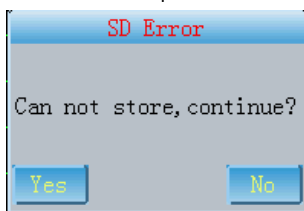

Fig. 7-29
(1) Quando il caso viene stampato in modalità 1x12, 1x12+1, 2x6、2x6+1, 3x4, se non è presente una scheda SD, viene visualizzata la finestra di dialogo come quella mostrata in Fig.7-29 per segnalare agli utenti che anche se la stampa continua il caso non verrà memorizzato.